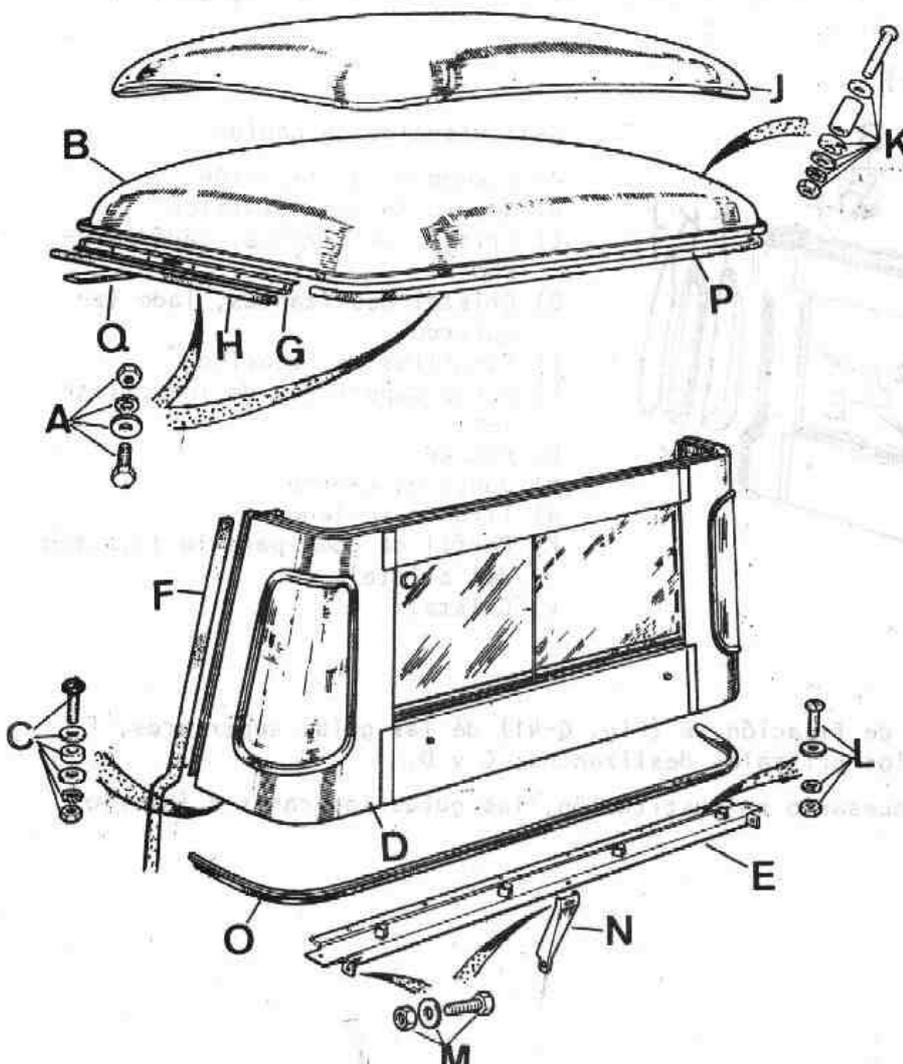

Fig. Q-40 Desmontaje del conjunto de la cabina
1.1. Soltar los elementos de fijación, A (Fig. Q-40) del techo, B, de la cabina, al parabrisas, y retirar los parasoles y el espejo retrovisor, si van incorporados.
1.2. Soltar los elementos de fijación, C (Fig. Q-40) del respaldo, D, de la cabina al durmiente, E, y a los remates superiores laterales de la caja de carga.
1.3. Separar la goma de cierre, F (Fig. Q-40) de los extremos del respaldo, D, de la cabina y extraer el conjunto completo de la cabina.
- 2.1. El montaje se realizará en órden inverso al desmontaje, sustituyendo las juntas de caucho, Q y Q (Fig. Q-40) cuando se precisen.
- 3.1. Desmontar el techo, B (Fig. Q-40) soltando sus elementos de fijación, A, al parabrisas, al respaldo, D, y a los perfiles de cierre, G.
- 4.1. El montaje se realizará en órden inverso al desmontaje, sustituyendo las juntas de caucho, P y Q (Fig. Q-40) cuando se precise.